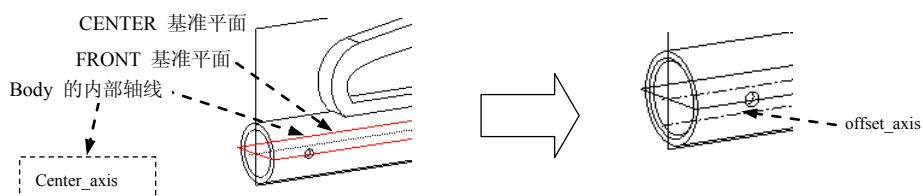

图 5.19.12 基准轴的创建
下面以一个范例来说明创建基准轴一般过程。在图 5.19.12 所示的 body.prt 零件模型中，创建与内部轴线 Center_axis 相距为 8，并且位于 CENTER 基准平面内的基准轴特征。
(1) 选取第一约束平面。选择图 5.19.12 所示的模型的基准平面 CENTER，系统弹出图 5.19.13 所示的“基准轴”对话框，将约束类型改为 **穿过**，如图 5.19.14 所示。